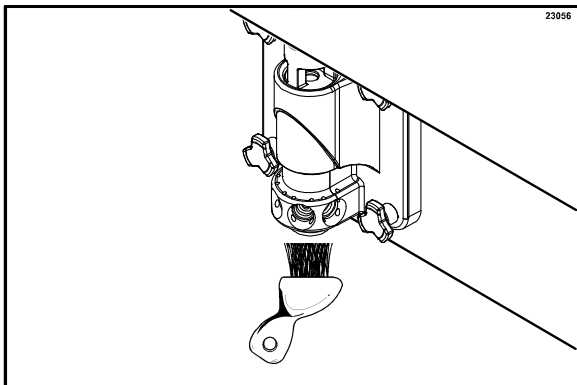

Abbildung 24
4. Mit einer kleinen Menge Desinfektionslösung zum Gerät zurückkehren. Einen Eimer unter den Zapfauslass am Frontverschluss halten und die Zapfauslassbürste in die Desinfektionslösung tauchen. Den Zapfauslass, den unteren Teil des angetriebenen Kreisels und des Kreismessers sowie die Anschlüsse der Sirupleitungen sauber bürsten. (Siehe Abbildung 24.)